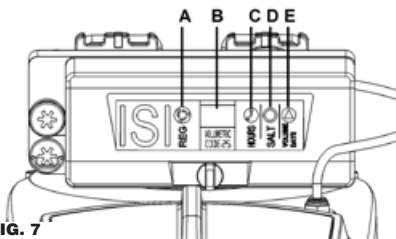

FIG. 7
- 5.8 PROGRAMACIÓN DEL MODELO ISI VOLUMÉTRICO (Fig. 7) ETIQUETA ROJA (contraseña)